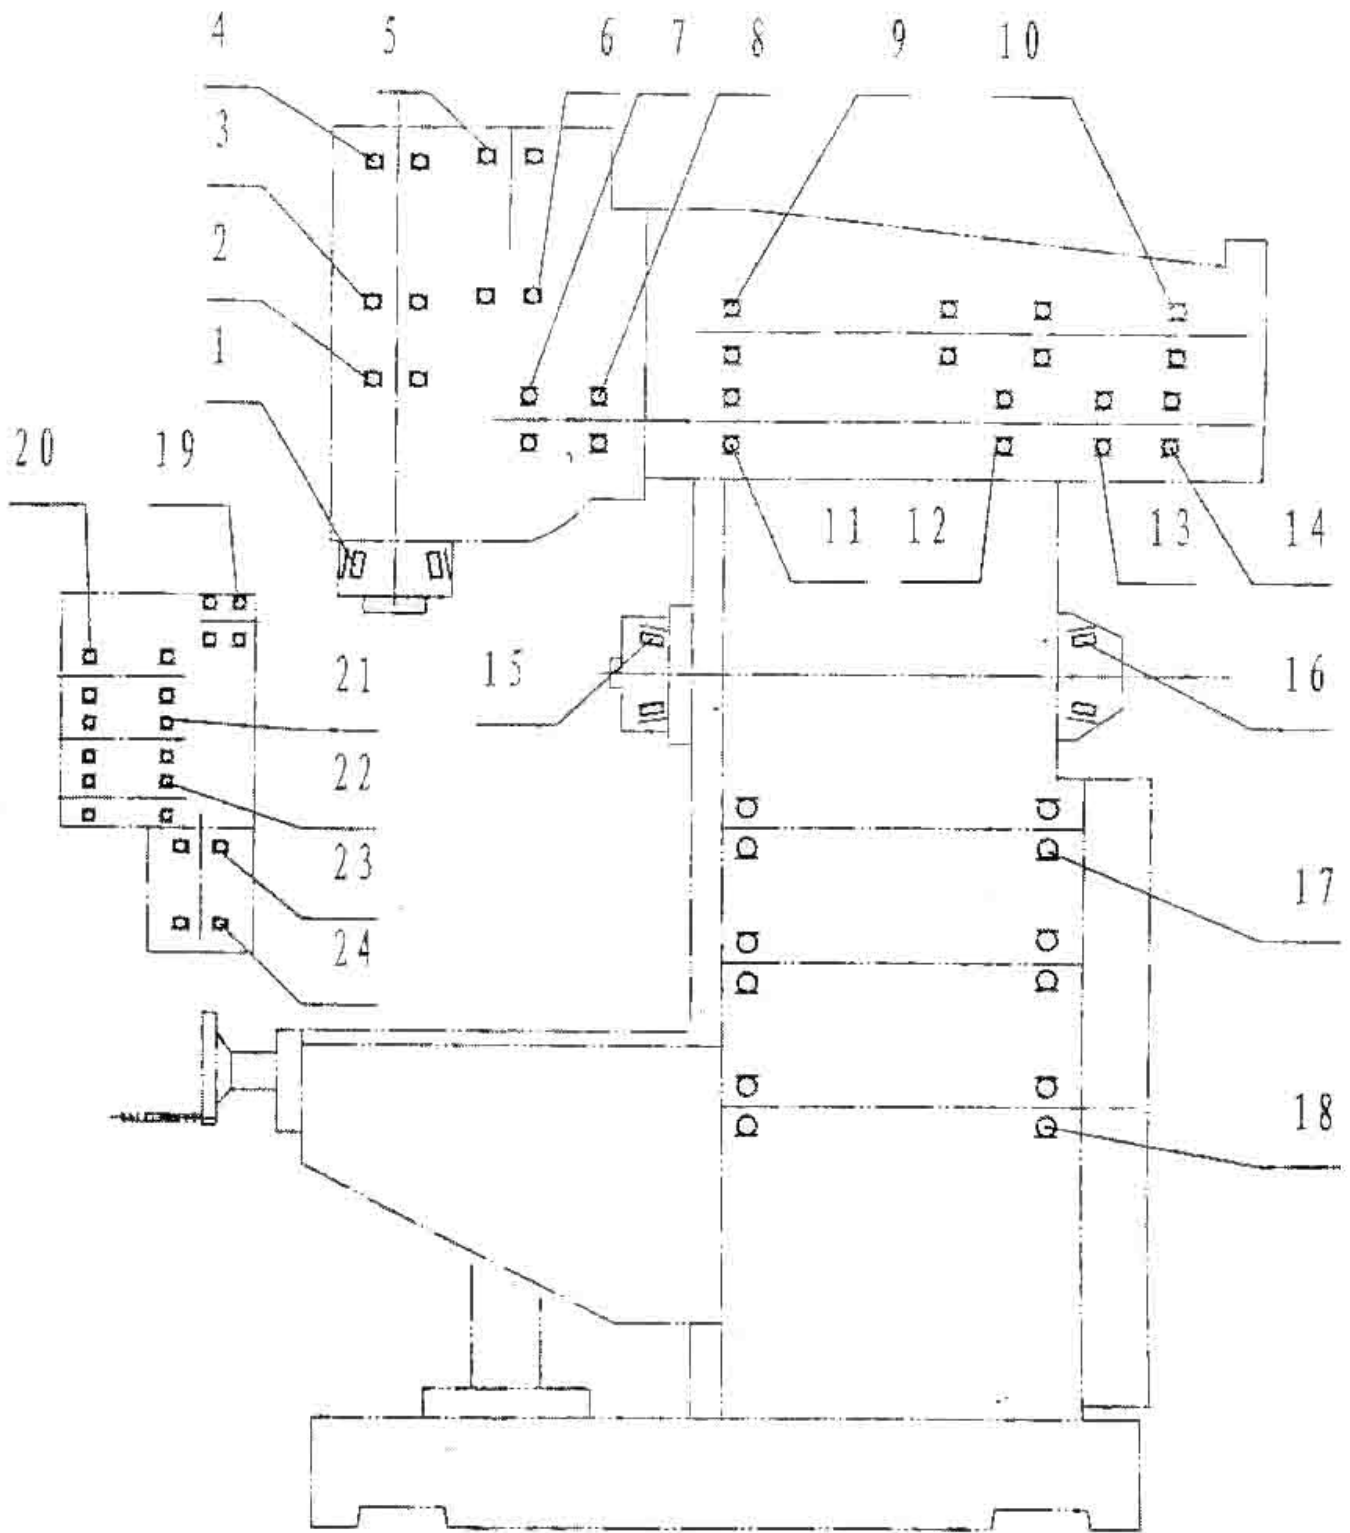

Рис.2
**IV. ПОДШИПНИКИ КАЧЕНИЯ (см. Рис.2)**